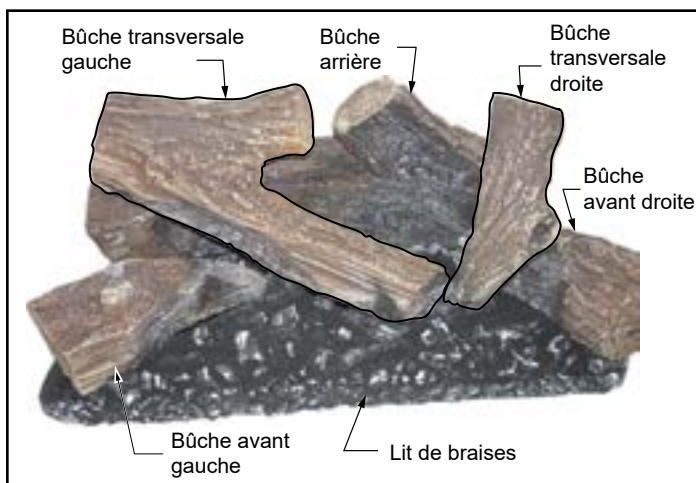

Figure 3.25 – Installation terminée
4. Installez la bûche transversale gauche en faisant correspondre le trou situé au bas de la bûche et la goupille dans le côté gauche de la bûche arrière. Placez l'avant de la bûche transversale dans l'encoche dans le lit de braises (figure 3.25).
5. Installez la bûche transversale droite en faisant correspondre le trou situé au bas de la bûche et la goupille dans le côté droit de la bûche arrière. Placez le bord avant de la bûche transversale sur le lit de braises (figure 3.25).